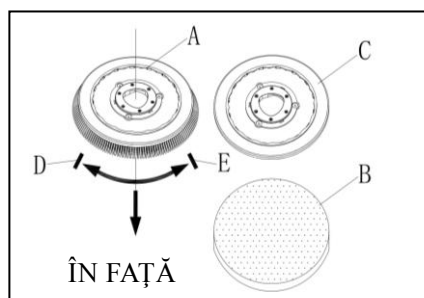

Figura 5
Instalați fie peria (A, Figura 5) sau suportul de lavetei (B și C, Figura 5) conform tipului de pardoseală ce trebuie curățată.
5. Asigurați-vă că butonul de alimentare cu energie (45) este pe poziția închis "o".
6. Ridicați rezervorul (25) cu ajutorul mânerului tip bară (2).
7. Rotiți peria (A, Figura 5) sau suportul lavetei (B/C, Figura 5) în sensul acelor de ceasornic (direcția săgeții marcate cu D, Figura 5) pentru a o instala pe punte.
8. Rotiți peria sau suportul lavetei în sensul invers acelor de ceasornic (direcția săgeții marcate cu E, Figura 5) pentru a o dezinstala de pe punte.